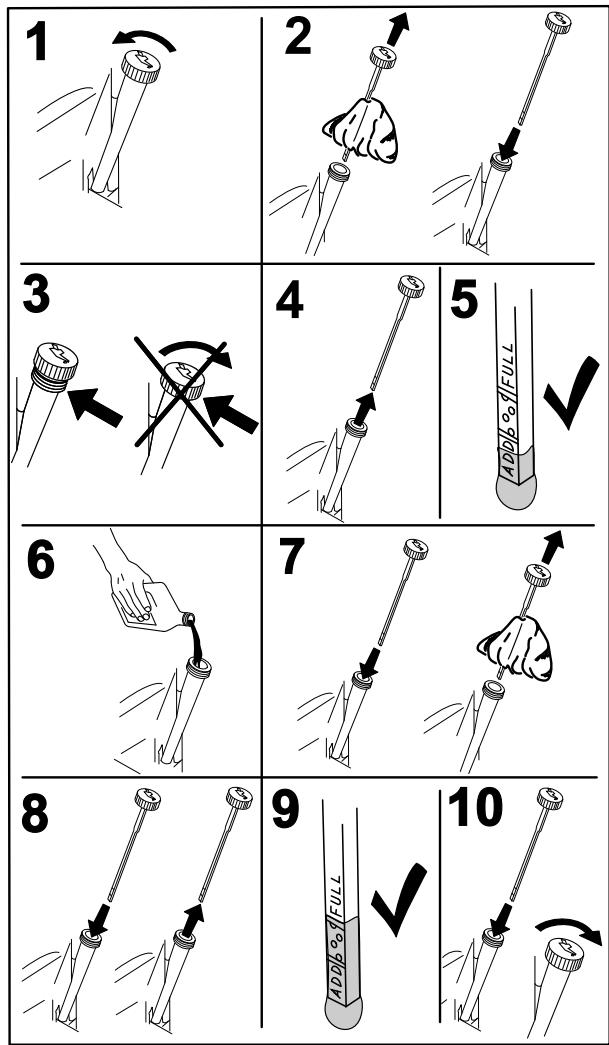

Bild 31
2. Prüfen Sie den Ölstand, wie in Bild 31 dargestellt.